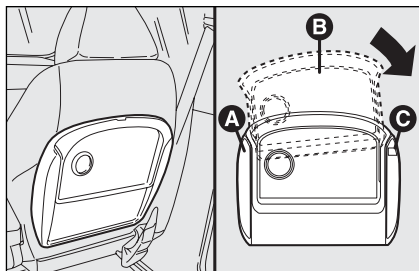

fig. 73
- ☐ introduire le plan d'appui **B**-fig. 73 de manière que le pion fixe de support **A** soit à l'intérieur de la glissière du plan lui-même;